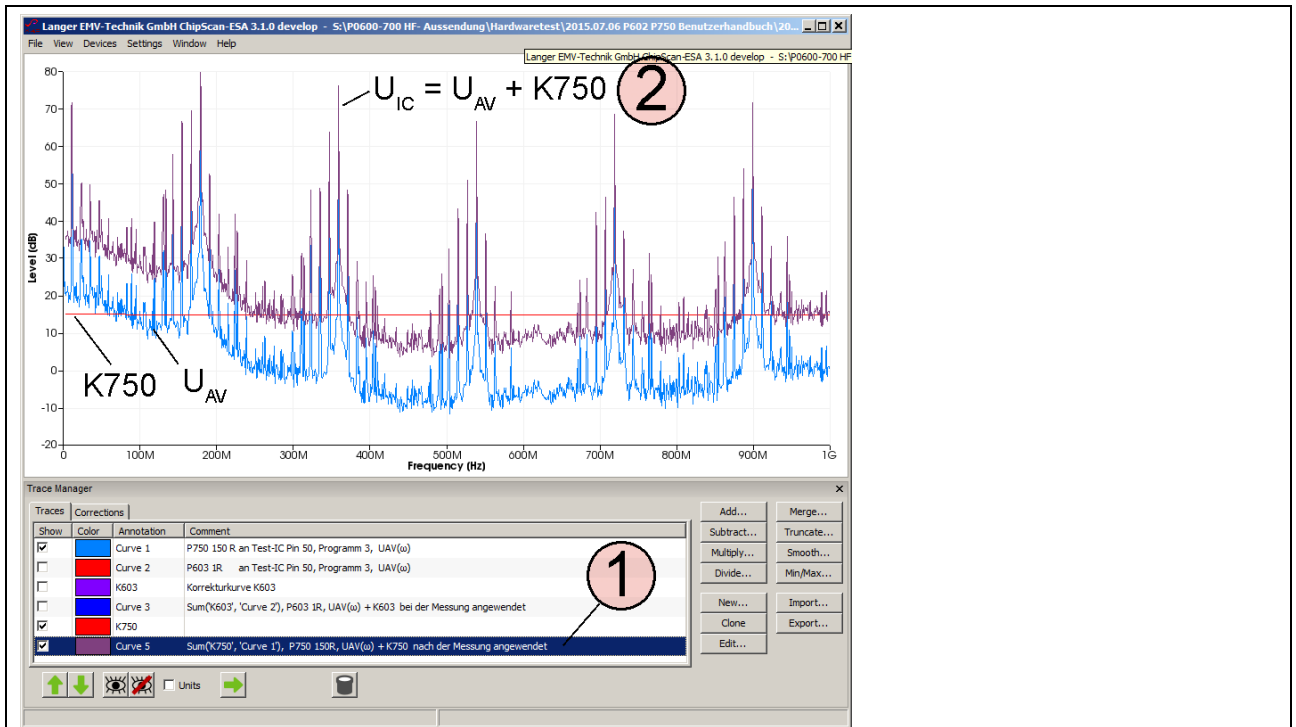

Bild 48: Korrektur nach der Messung: Ergebnis der Addition $U_{IC} = U_{AV} + K750$.
Die Berechnung erzeugt am unteren Ende der Liste „Traces“ den Eintrag ① (**Bild 48**) und wird als Kurve „Curve 5“ dargestellt (② **Bild 48**).